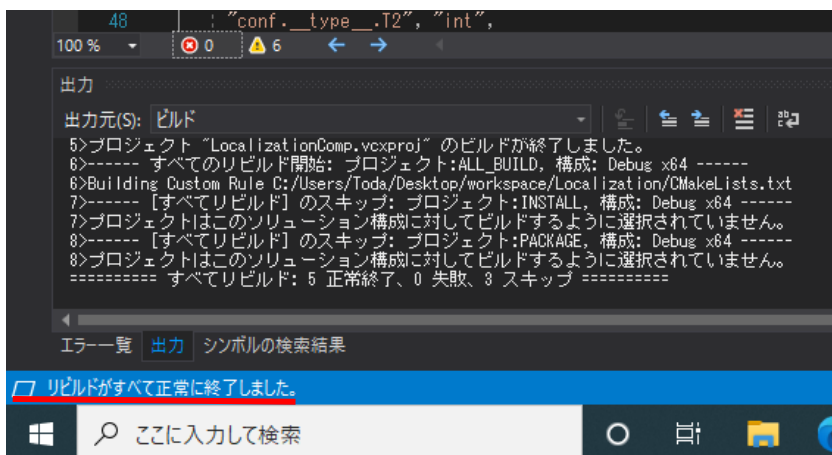

図 21 [ステータスバー] に [リビルドがすべて正常に終了しました。] と、表示された状態
- ③ 図 21 のように Visual Studio の [ステータスバー] に [リビルドがすべて正常に終了しました。] と、表示されたことを確認し、ウィンドウ右上の [×] をクリックし、Visual Studio を終了する。他の RTC も同じようにリビルドを行う。